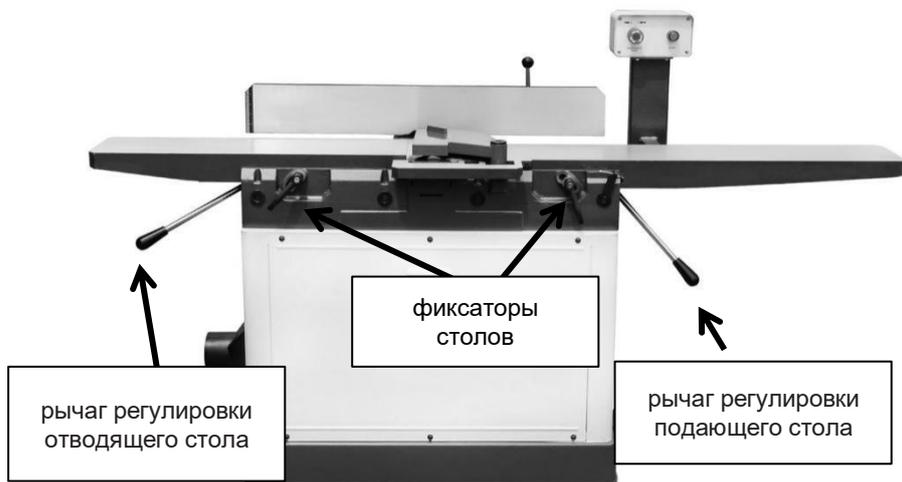

Рис. 2. Расположение фиксаторов и рычагов стола.
**ПЕРЕМЕЩЕНИЕ СТОЛА:** Чтобы переместить подающий стол, ослабьте фиксатор стола (см. Рис. 2), установите стол с помощью рычага регулировки стола в нужное положение, затем затяните фиксатор стола. Принимающий стол регулируется аналогичным образом, но его перемещение не разрешено, поэтому, если его случайно разблокировать, он не сдвинется с места.